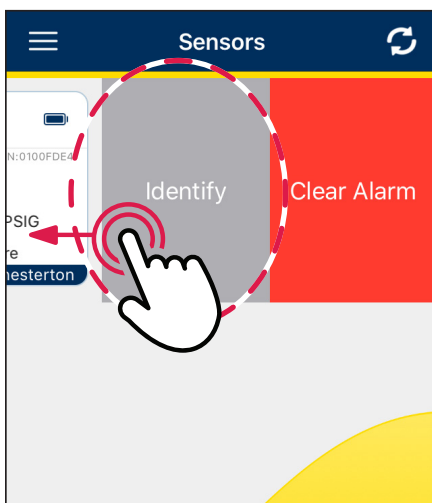

Abbildung 41
- Für **IOS**: **wischen Sie** am gewünschten Sensor **nach links** (siehe Abbildung 41). Die Option „Alarm identifizieren/löschen“ wird eingeblendet.